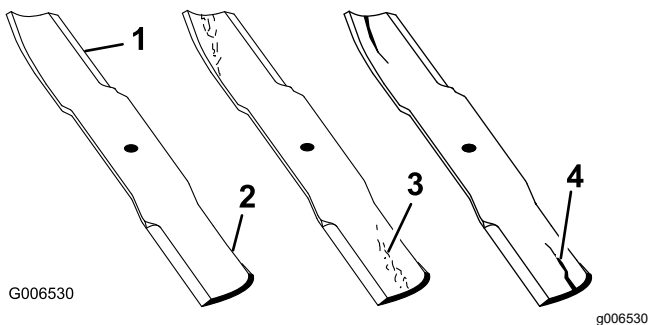

Figure 70
1. Examinez le tranchant des lames (Figure 70).
4. Remplacez immédiatement toute lame fendue, usée ou qui présente une entaille sur cette partie (Figure 70).